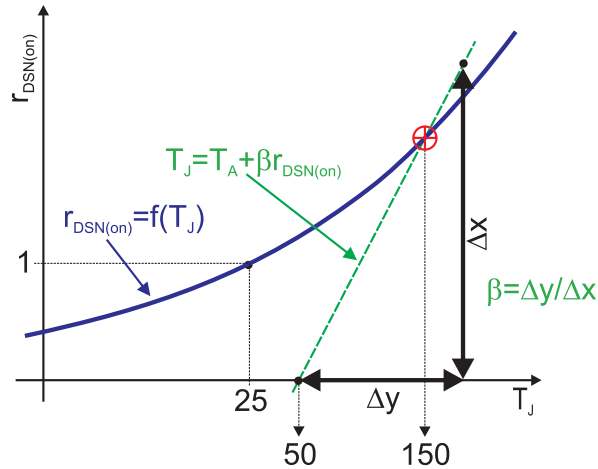

Bild 1.5: On-Resistance vs. Junction-Temperatur
Da Gleichung 1.7 nur in **graphischer Form gegeben** ist, muss das System **graphisch gelöst** werden. Sie müssen dazu im Datenblatt die Kurve zur Gleichung 1.8 einzeichnen wie dies in Bild 1.5 skizziert ist. Der **Schnittpunkt** der Kurven entspricht dem **thermischen Gleichgewicht**:
- Den **zweiten Punkt** bestimmen Sie aus folgender Überlegung: Da die thermische Berechnung nie 100% genau ist, soll die maximale Sperrschicht-Temperatur um $25 \text{ }^\circ\text{C}$ kleiner sein als die maximal erlaubte, darum wählen wir $T_{J_{MAX}} = 150 \text{ }^\circ\text{C}$. Dieser Punkt soll beide Gleichungen erfüllen. Er muss somit der Schnittpunkt beider Kennlinien sein (\oplus in Bild 1.5). Es handelt sich dabei um das **thermische Gleichgewicht**.